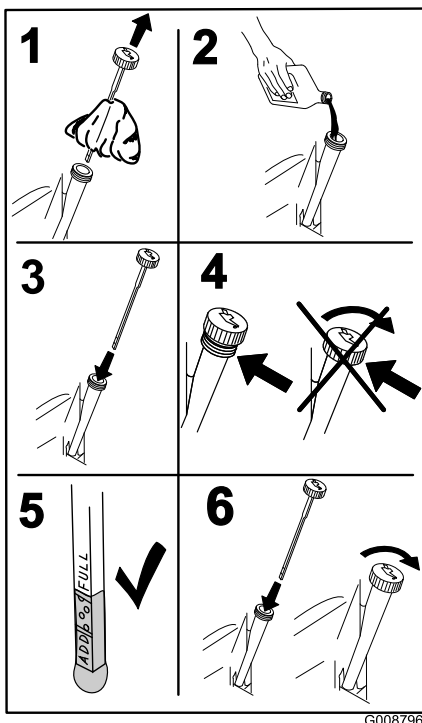

Figura 40
- Vierta lentamente un 80% aproximadamente del aceite especificado por el tubo de llenado, luego añada lentamente el resto del aceite hasta que llegue a la marca **Full** (Figura 40).